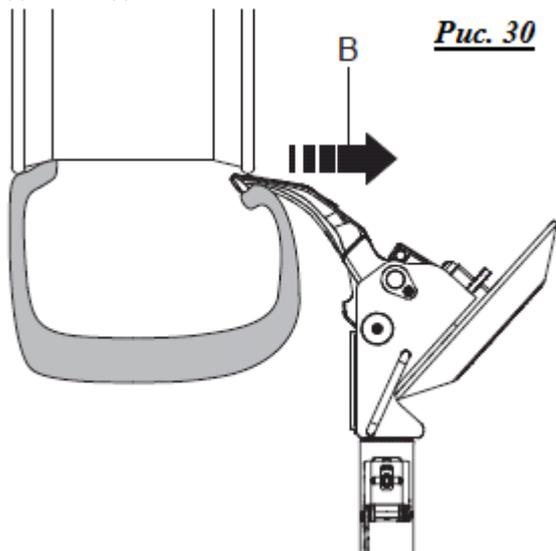

Рис. 30
- Переводите инструмент на внешнюю сторону (рис. 30, с. В) до тех пор, пока крышка не выйдет за пределы обода.